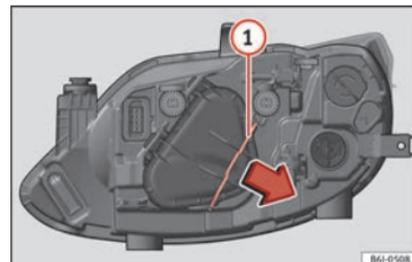

Fig. 91 Farol simples.
- Desloque o tirante » Fig. 91 ① no sentido da seta e puxe a tampa.